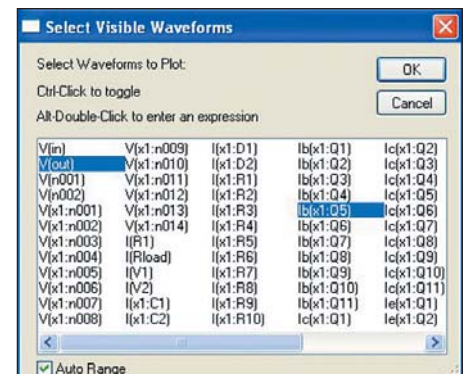

Рис. 21. Выбор отображаемых графиков
2. Команда меню **Plot Settings->Visible Traces**. Эта команда показывает диалоговое окно (рис. 21) для начала отображения данных, полученных при моделировании. Окно